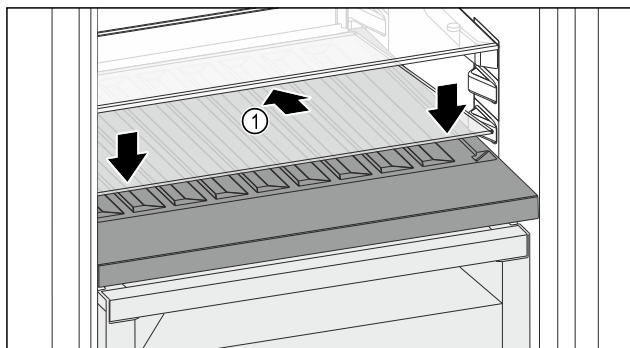

Fig. 146
- Postavite staklenu ploču Fig. 146 (1) ukoso, nagnutu straga prema dolje.
- Staklenu ploču Fig. 146 (1) podignite sprijeda.